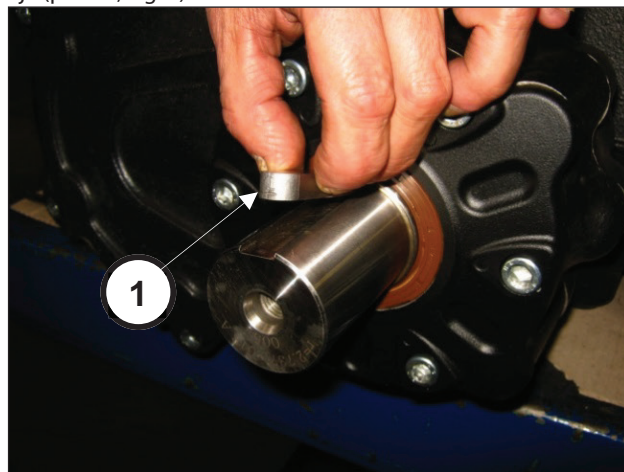

Fig. 2
Vaciar el aceite contenido en la bomba y quitar la lengüeta del eje (pos. ①, Fig. 2).